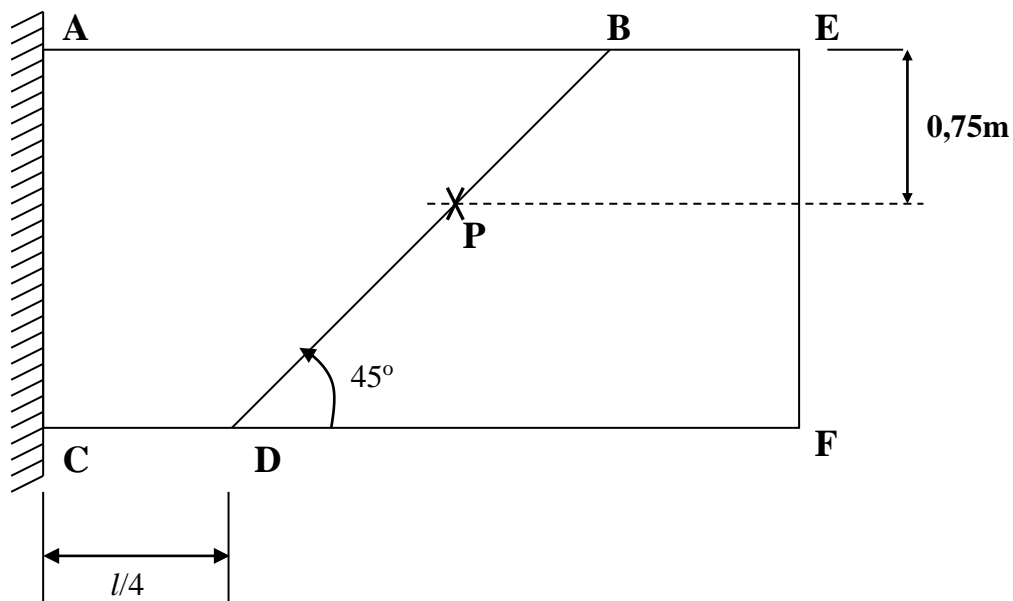

Figura 5
- iii. Considere que a chapa foi cortada por um plano ortogonal que tem traço no plano da chapa dado por BD , mostrado na Figura 5. Calcule a partir da solução de elementos finitos, a tensão no ponto P associada à ação da parte $DBEF$ da chapa sobre a parte $ABDC$.